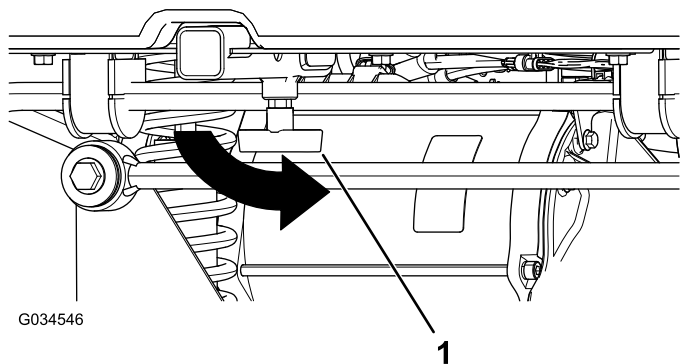

Bild 21
4. Drehen Sie den T-Bügel nach links, um ihn anzuziehen (Bild 21).